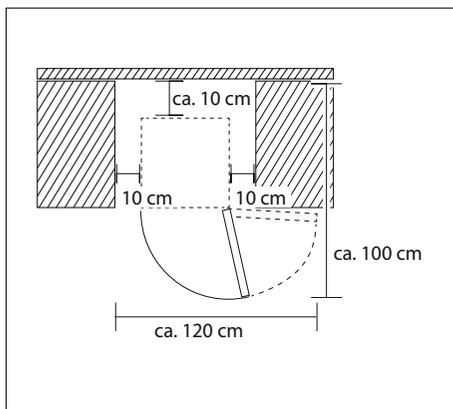

Abb. 3
Um die Kühlraumtür (4) vollständig öffnen zu können, müssen die in **Abb. 3** und **4** aufgeführten Raummaße zur Verfügung stehen.
- ▶ Überprüfen Sie, ob die Flaschenablagen (8) ordnungsgemäß in den Führungsschienen liegen. Nehmen Sie erforderlichenfalls Korrekturen vor, bis die Flaschenablagen korrekt in den Schienen liegen.
- ▶ Um eine Flaschenablage (8) herauszunehmen, öffnen Sie die Kühlraumtür vollständig.
- ▶ Heben Sie die Flaschenablage (8) leicht mit beiden Händen an und ziehen Sie vollständig heraus.
- ▶ Zum Einsetzen setzen Sie die Flaschenablage (8) gerade auf beiden Seiten in die Führungsschienen und schieben Sie sie vollständig in den Kühlraum.